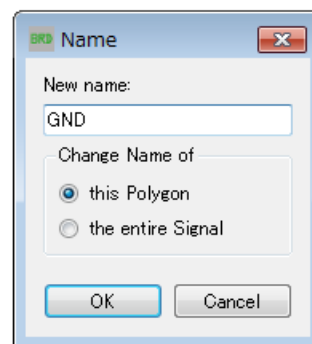

図 27
④  Name コマンドを選択してポリゴンの点線をクリックして GND と名前を付けます。図 27